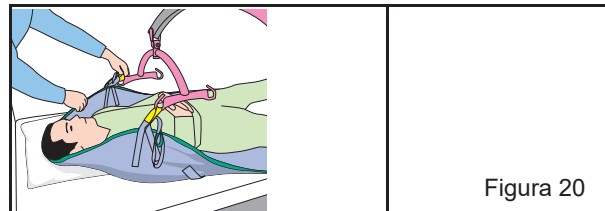

Figura 20
5. Utilice el mando a distancia para descender el bastidor hasta que las cintas de sujeción de los hombros puedan engancharse a los ganchos más cercanos a la cabeza del paciente (véase la figura 20). Utilice las cintas que se adapten mejor a la complexión del paciente. Asegúrese de que las cintas de los hombros izquierdo y derecho sean del mismo color.